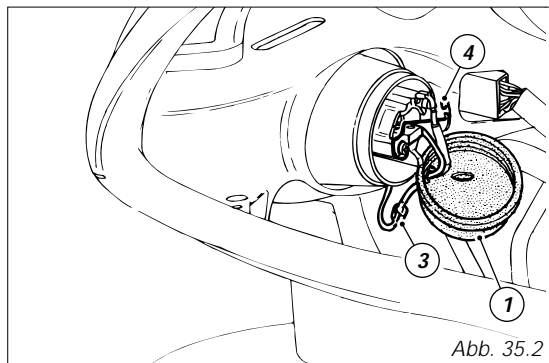

Abb. 35.2
**Fernlicht, linke Seite** (Abb. 35.2): Den Flachstecker (3) des weißen Leuchtenkabels von der vorderen Verkabelung abschließen, die Gummihaube (1) vom Scheinwerferkörper entfernen, dann das Leuchtenkabel herausziehen.
Nun die Enden der Klemme (4, Abb. 35.2) an den Halterungen des Scheinwerferkörpers einhaken, dann die zuvor abgesteckten Kabel wieder anschließen und die Gummihäube (1, Abb. 35.2) montieren.